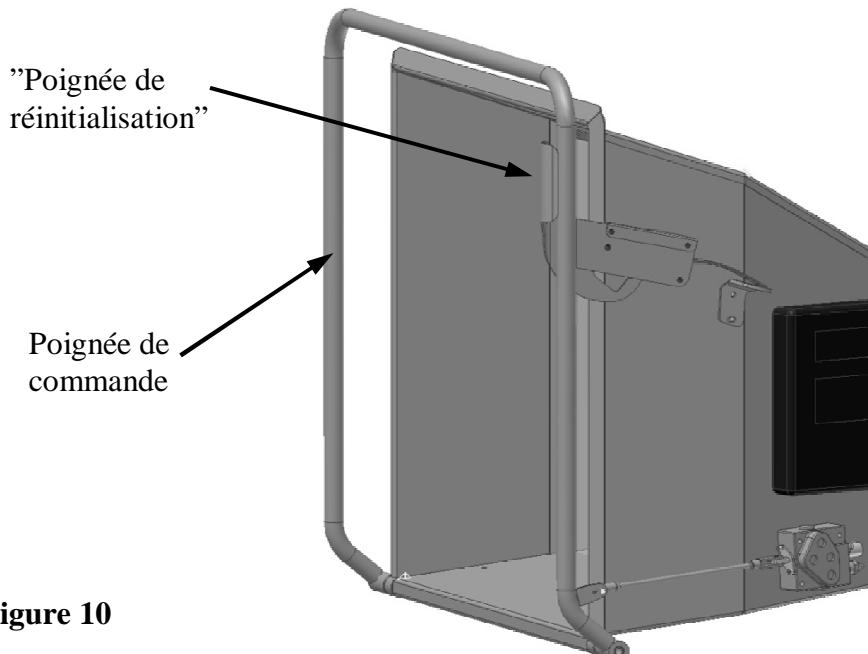

Figure 10
- **EN CAS DE DANGER : METTEZ LA POIGNÉE DE COMMANDE EN POSITION NEUTRE (Voir Figure 10)**
La déchiqueteuse est équipée un cylindre hydraulique, d'une soupape de manœuvre ainsi que d'une poignée de manœuvre avec "poignée de réinitialisation" (Figure 10).